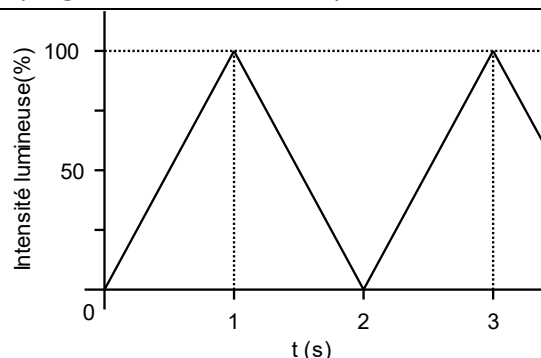

Figure 3: Variation de l'intensité lumineuse de la LED
- 2) Créer un programme faisant varier continûment l'intensité lumineuse de la diode D1 : la diode D1 doit passer continûment de l'état éteint à allumé, puis de l'état allumé à éteint avec une période de 2 s (voir Fig. 3).